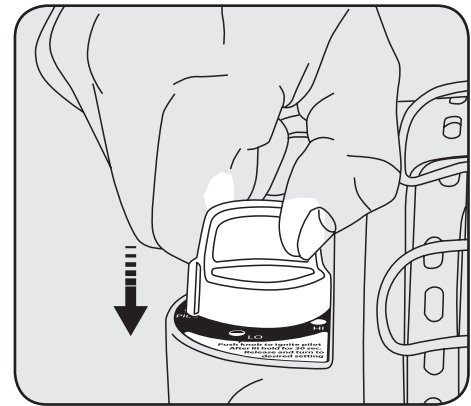

Figure 4
4. Enfoncez et tournez le bouton de commande dans le sens inverse des aiguilles d'une montre jusqu'à la position « pilot » (veilleuse). Voir Figure 4. Maintenez enfoncé le bouton de commande sur la position pilote pendant 30 à 40 secondes.
6. Enfoncez et tournez le bouton de commande dans le sens inverse des aiguilles d'une montre jusqu'à la position « pilot » (veilleuse). Voir Figure 4. Maintenez enfoncé le bouton de commande sur la position pilote pendant 1 à 5 secondes.